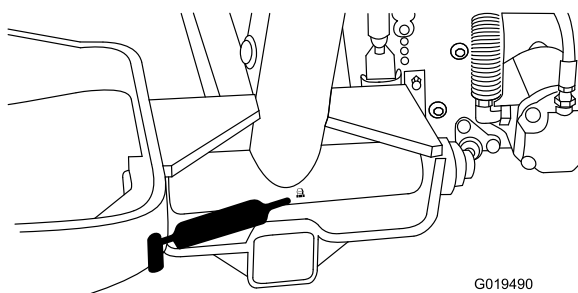

Figura 49
- Perno del braccio di sollevamento (3) (Figura 49).